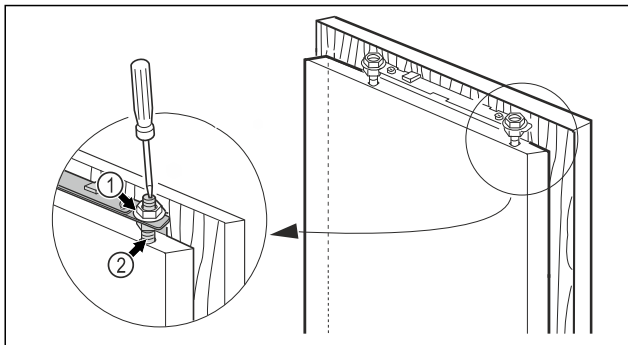

Fig. 49
- ▶ Pritegnite protumatice Fig. 49 (1) imbus ključem veličine 13, pritom odvijačem pridržavajte svornjak za namještanje Fig. 49 (2).